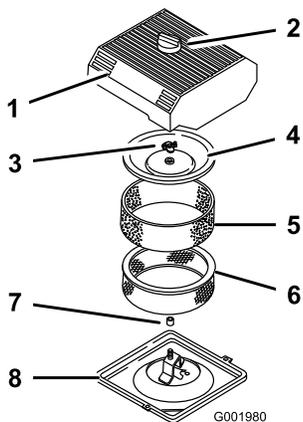

Figura 41
3. Pulite intorno al filtro dell'aria per evitare che la morchia possa penetrare nel motore provocando gravi danni (Figura 41).
- Svitare la manopola sul coperchio del filtro dell'aria e togliete il coperchio (Figura 41).
- Togliete con cautela l'elemento in schiuma sintetica dall'elemento di carta (Figura 41).
- Svitare il dado del coperchio e togliete sia il coperchio che l'elemento di carta (Figura 41).
- Infilate con cautela l'elemento in schiuma sintetica sopra l'elemento di carta del filtro dell'aria (Figura 41).
- Avvitare a fondo, manualmente, il dado contro il coperchio (Figura 41).
- Montate il coperchio del filtro dell'aria e la manopola (Figura 41).